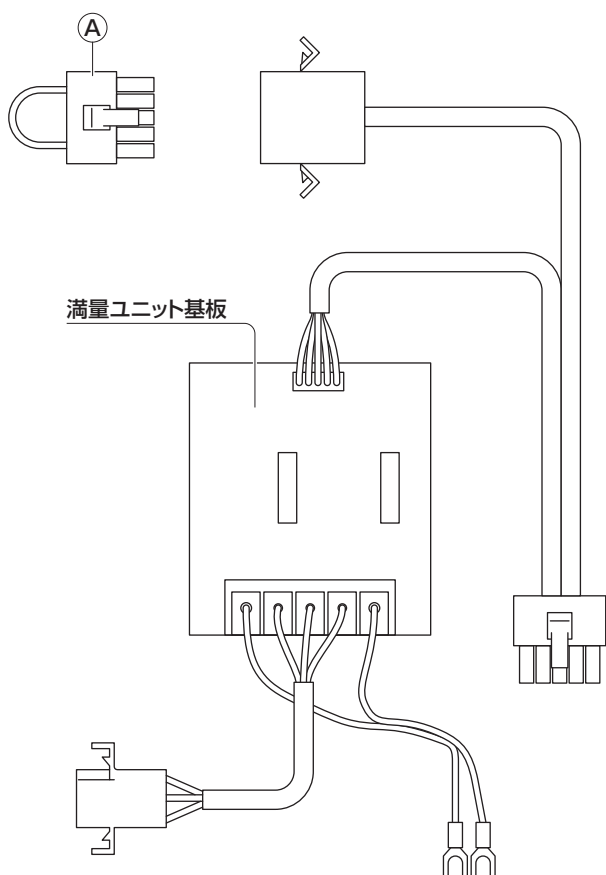

図 3
- ② 本体側面の満量出力コネクタのマスクシートをはがして、満量出力コネクタ (3P) を本体内部から差し込んで固定します。(図 3)
- ③ 本体側面の外部入出力コネクタのマスクシートをはがして、外部入出力コネクタ (15P) を本体内部から差し込んで固定します。(図 3)